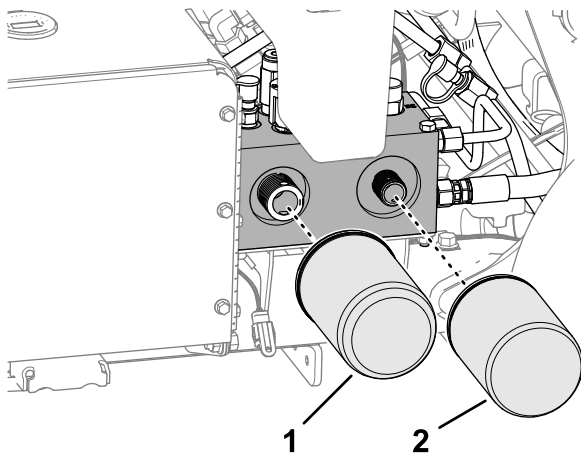

Figura 181
2. Collocate una bacinella di spurgo sotto i filtri, togliete i filtri usati e pulite la guarnizione di riduzione del filtro (Figura 181).